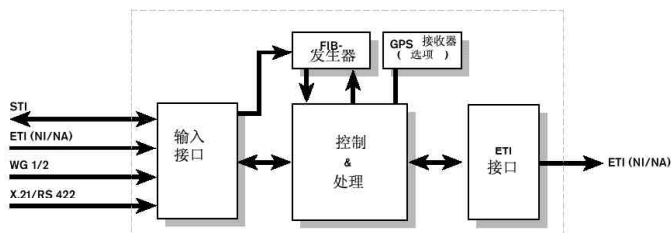

图4 DMB复合器原理图
(3)来自每一个业务提供者的音频业务数据流和数据业务的数据流首先各自在传输复合器中进行复合，形成传输数据流(包括节目伴随数据、与节目无关的应用数据和必要的节目信息)。各类数据流传送给DAB信号群复合器，即总复合器(图4)。它将DAB信号群复合起来，并插入信号群专用信息和产生复合结构信息(MCI)数据，它们是接收机对信号群解码所必需的。总